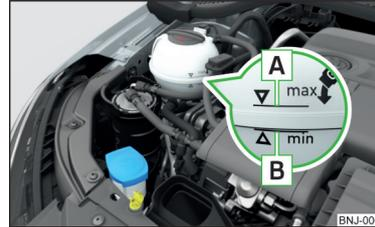

Abb. 160
Die Bezeichnung des Kühlmittels ist auf dem Kühlmittelausgleichsbehälter aufgeführt » Abb. 160 auf Seite 160.
- Das Kühlmittel nicht über die Markierung **A** auffüllen » Abb. 160 auf Seite 160.
### Kühlmittelausgleichsbehälter » Abb. 160
➤ Den Kühlmittelstand am Kühlmittelausgleichsbehälter prüfen » Abb. 160.
Bei betriebswarmem Motor kann das Prüfergebnis ungenau ausfallen. Der Stand kann auch über der Markierung **A** » Abb. 160 liegen.